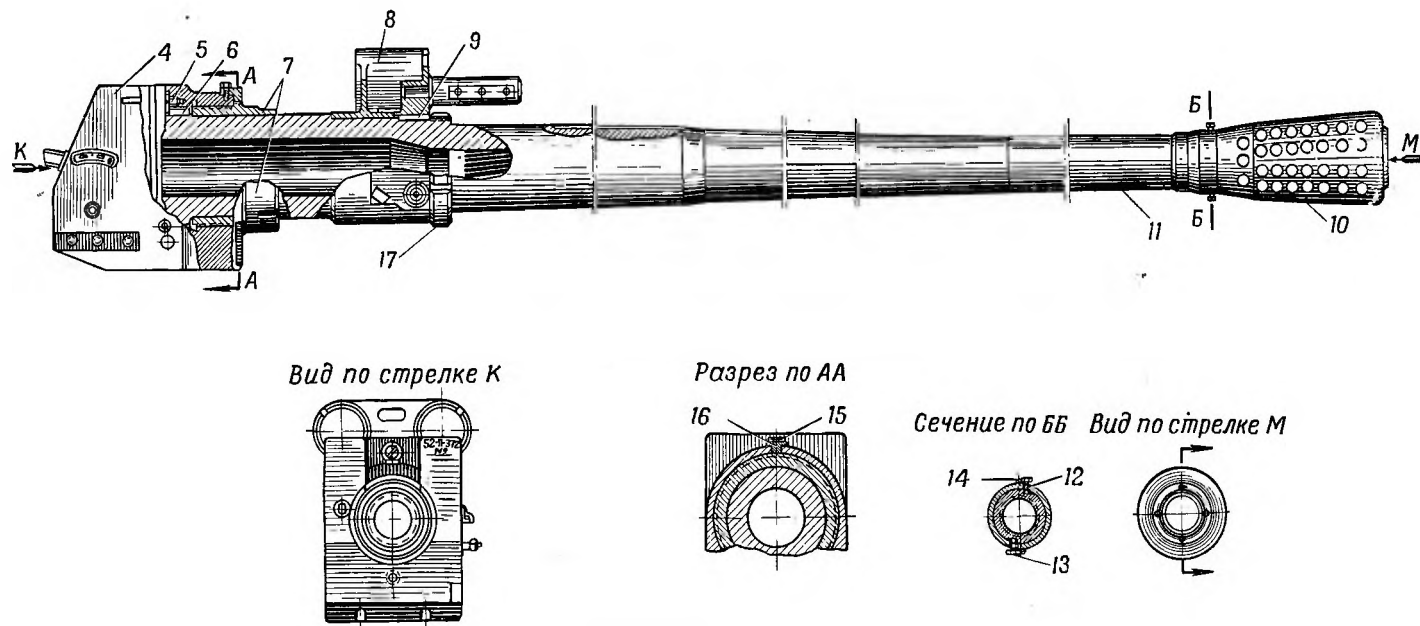
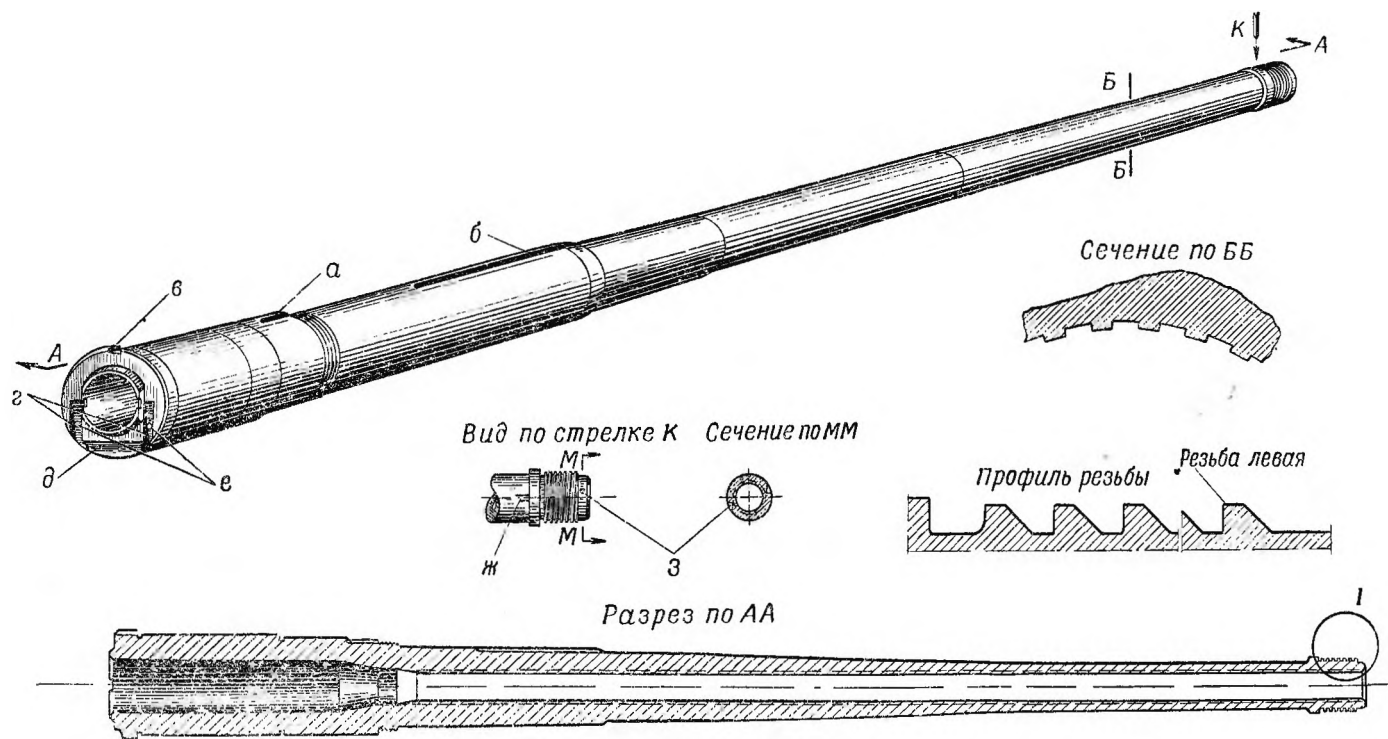

Рис. 5. Ствол (С601):
Рис. 6. Труба:
— навинтить дульный тормоз *10* (рис. 5), при этом риска на заднем конце его должна расположиться между рисками на трубе;
Для облегчения пользования настоящим Руководством система нумерации деталей и сборок упрощена следующим образом: на рисунках дана произвольная нумерация деталей и сборочных единиц, а в подрисуночном тексте после наименования детали или сборки в скобках дается полный (чертежный) номер. Например, на рис. 5 труба имеет номер *11*, а чертежный номер трубы указан в подрисуночном тексте в скобках (*01-1*), или на рис. 16 ударник имеет номер *77*, а чертежный номер ударника указан в подрисуночном тексте в скобках (*03-75*).
Например, на рис. 5 стопор дульного тормоза обозначен порядковым номером *12*. Стопор заимствуется от пушки Д-44, где он имеет чертежный номер *01-13*. В подрисуночном тексте в скобках обозначено *01-13*, а в приложении 2  $\frac{01-13}{Д-44}$ .
Ствол (рис. 5) состоит из следующих основных частей: трубы 11, казенника 4, муфты 7, обоймы 8, дульного тормоза 10 и нажимной гайки 17.
Труба-моноблок (рис. 6) является главной деталью ствола. Канал трубы имеет нарезную часть и камеру.
Цилиндрический участок трубы со шпоночным пазом *а* и резьбой, расположенный у казенной части, предназначен для крепления обоймы 8 (рис. 5), а цилиндрический участок трубы со шпоночным пазом *б* (рис. 6) — для направления ствола в люльку.
Казенник 4 (рис. 5) предназначен для помещения в нем затвора, запирающего канал ствола при выстреле.
Казенник надет на бурт трубы и соединен с ней муфтой 7 (рис. 5), надетой на трубу с дульной части и ввинченной в казенник.
От самоотвинчивания муфта удерживается стопором *16* (рис. 5). Стопор *16* вставлен в паз казенника и прикреплен болтами *15*; пилообразные зубцы стопора входят в зацепление с пилообразными зубцами муфты.
Большим цилиндром обоймы надета на ствол и закреплена нажимной гайкой 17 (рис. 5 и 11). От проворота на стволе обойма удерживается шпонкой 9, входящей в шпоночные пазы обоймы и трубы. В малые цилиндры обоймы вставляются и закрепляются противооткатные устройства.
Приваренные к дульному тормозу скобы 14 (рис. 5) предназначены для крепления проволоки 13, шплинтующей стопора 12 от самоотвинчивания.
(рис. 5)
1. Надеть на трубу муфту 7 (рис. 5) и казенник 4. Поставить шпонку 6 в гнездо казенника и трубы на глубину 5—6 мм.